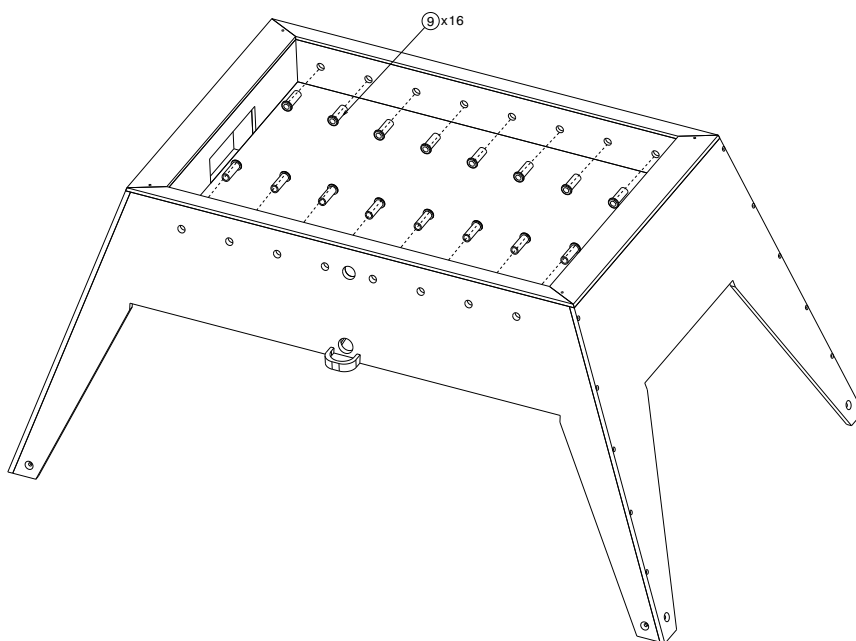
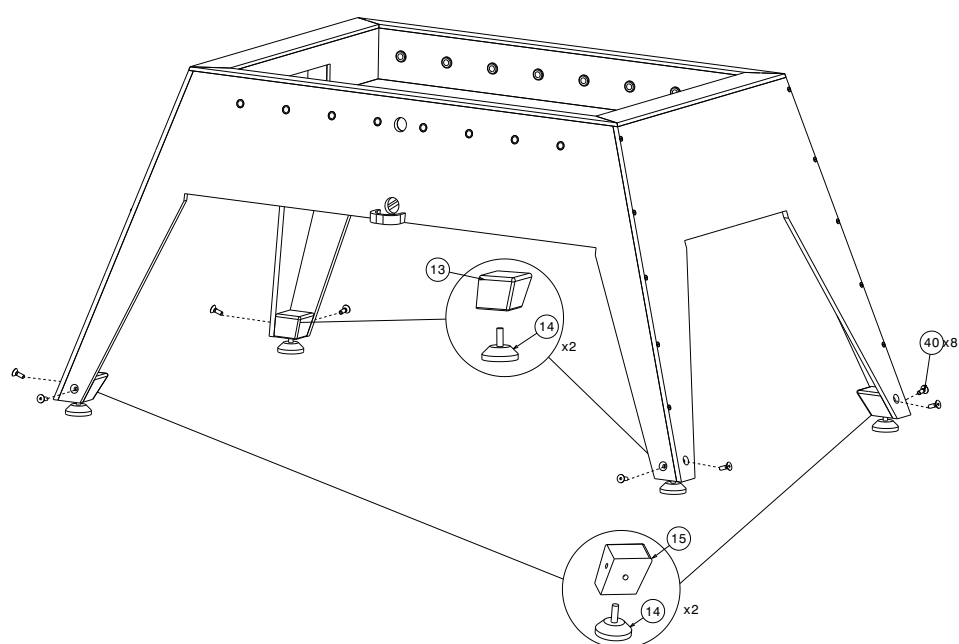

Figura 4 – Passo 4
Figura 5 – Passo 5
plamento futuro das hastes dos jogadores, figura 4. Após isso, podem ser colocados os 4 pés de nivelamento, peça já montada pelos itens (13,14 e 15), figura 5. É importante ressaltar que os pés de nivelamento são diferentes para ambos os lados da mesa, logo os pés direitos não podem ser encaixados no lado esquerdo e vice-versa. Os 4 pés utilizam 2 parafusos Allen M10X30 (40) cada, totalizando 8 parafusos no total.